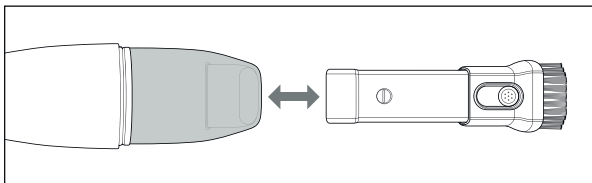

Fig. 2
- ◆ Tenez l'appareil au niveau de la poignée ⑨ et retirez le capuchon de fermeture ① de l'appareil.
- ◆ Insérez le suceur 2 en 1 **12** dans l'orifice d'aspiration **2** de l'appareil. Veillez ce faisant à ce que le bouton de réglage de la buse à brosse pointe vers le haut (voir fig. 2).
- ◆ Pour retirer à nouveau le suceur 2 en 1 **12**, sortez-la de l'orifice d'aspiration **2** (voir fig. 2).